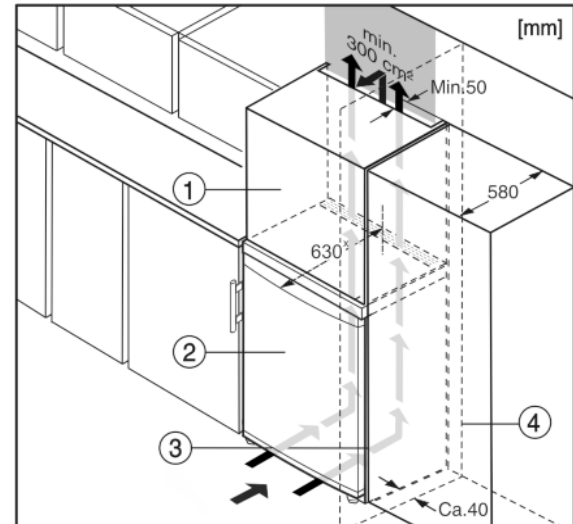

Fig. 5
Das Gerät kann mit Küchenschränken umbaut werden. Um das Gerät Fig. 5 (2) der Küchenzeilenhöhe anzugleichen, kann über dem Gerät ein Aufsatzschrank Fig. 5 (1) angebracht werden.
Beim Umbau mit Küchenschränken (Tiefe max. 580 mm) kann das Gerät direkt neben dem Küchenschrank Fig. 5 (3) aufgestellt werden. Das Gerät steht seitlich 34 mm\* und in der Gerätemitte 50 mm\* gegenüber der Küchenschrankfront vor.
Wenn das Gerät mit den Scharnieren neben einer Wand Fig. 5 (4) aufgestellt wird, muss der Abstand zwischen Gerät und Wand mindestens 40 mm betragen. Dies entspricht dem Griffüberstand bei geöffneter Tür.